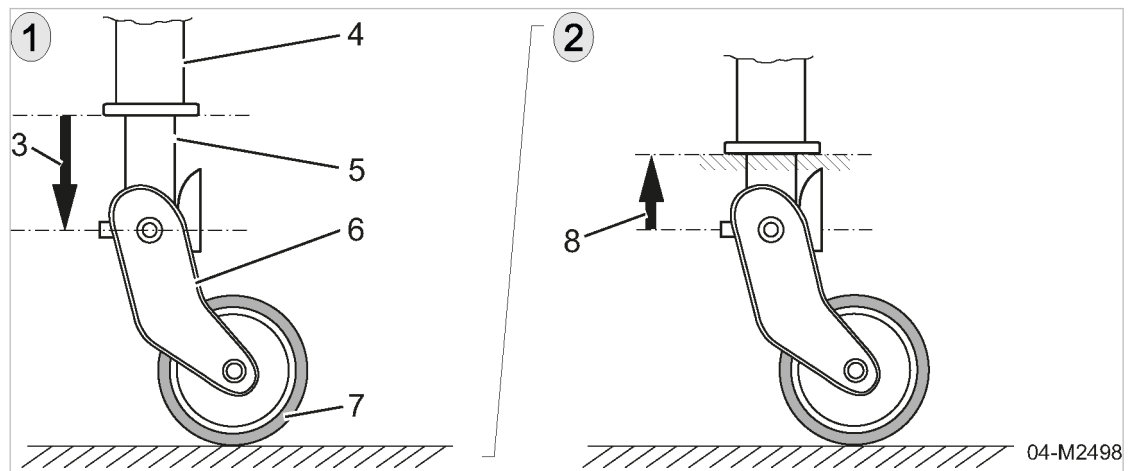

Fig. 8 Automatisch steunwiel in-/uitdraaien
Voor het aan- of afkoppelen van de machine van het trekkende voertuig moet de trekrichting (voorbeeld kogelkoppeling) van de aanhanger worden neergelaten of opgetild. De hoogte van de trekrichting kan met behulp van een kruk aan het automatische steunwiel worden gewijzigd. Als de kruk wordt bediend, wordt de binnenbuis ② van het automatische steunwiel afhankelijk van de draairichting in- of uitgedraaid. Zie de tabel 35 en afbeelding 8.